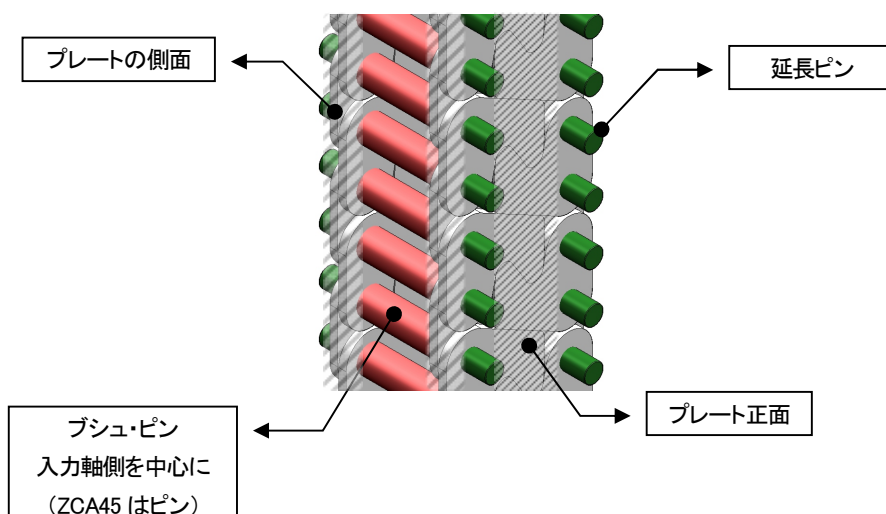

図 7 ジップチェーン外周面における給脂箇所
2. ジップチェーンへの給脂は古いグリースをブラシなどで掃きとった後、ブラシなどで直接ジップチェーン全体に均等に塗布してください。塗布位置は図7を、給脂量は表11を参照ください。
- ・表12及び図7に示す給脂箇所へブラシなどで直接、また均等に塗布してください。